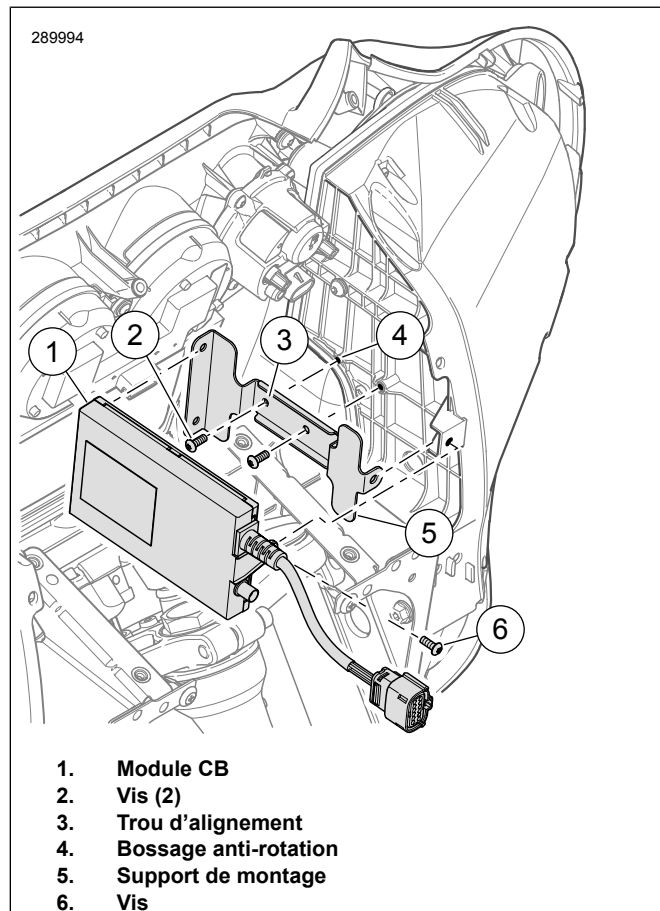

Figure 2. Installez le module CB : Carénage monté sur fourche
1. Consultez Figure 2 . Aligner le trou (3) dans le support de fixation (5) sur le bossage anti-rotation (4).
2. Installez les vis (2). Serrer.